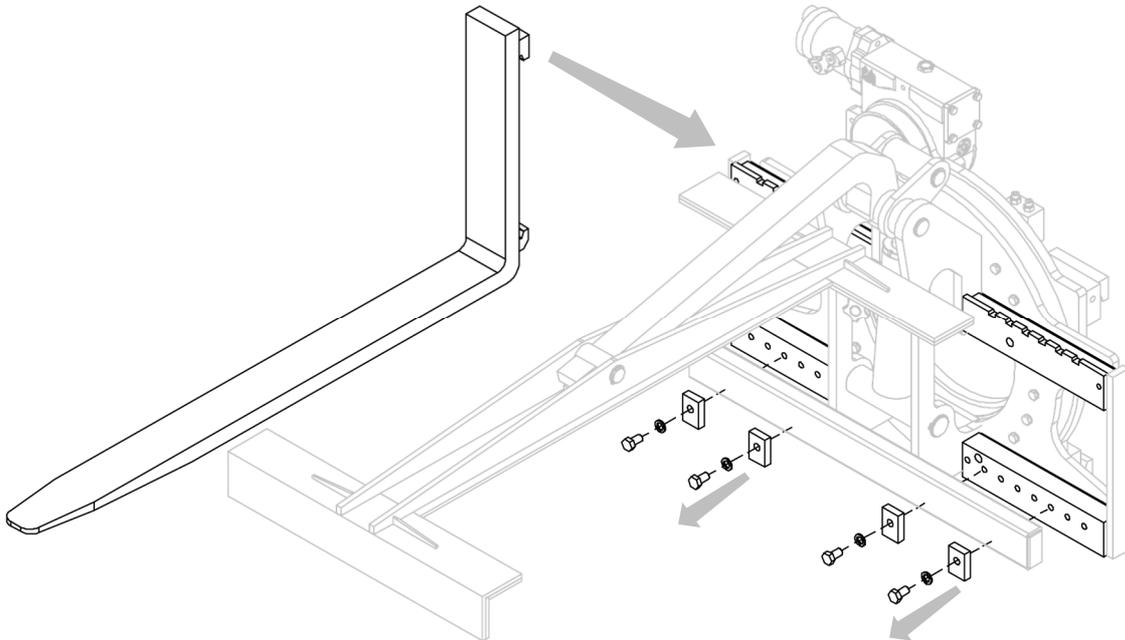

Abbildung 11
1. Setzen Sie die Gabeln in die gewünschte Position ein, nachdem Sie die Gabelklemmen abgeschraubt haben (siehe *Abbildung 11*).